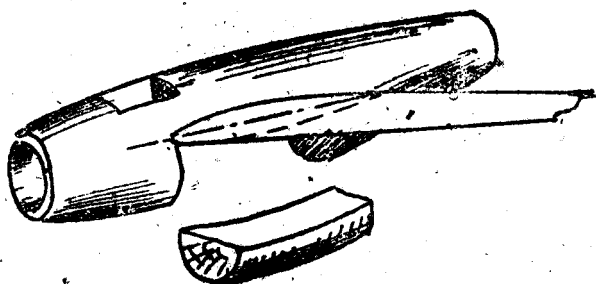

图 13
(1) 检查已做好的各个另件表面有否木缝或高低不平之处。可以将石膏粉放入涂布油中调成糊状后用刀刮在要修补的表面上，干后用0号砂纸磨光。
(2) 按照三面图中所示地位在机身下方开槽，胶入机翼（见图13）。机翼胶入后，再在下方补入一木块并打磨成机身外形。